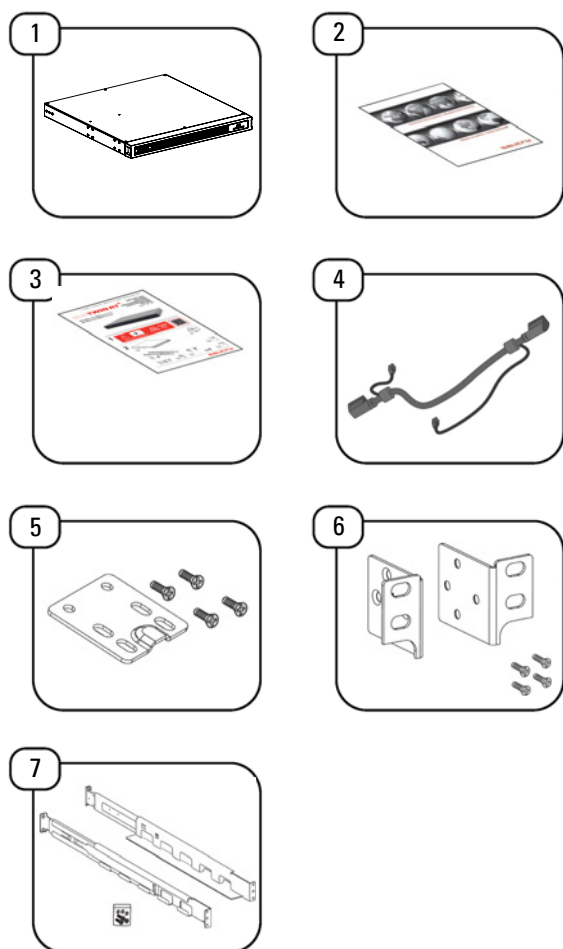

Fig. 9. Contenu de l'emballage des modules de batteries (EBM).
2. Pour installer l'équipement dans une armoire rack, il est nécessaire d'utiliser les guidages latéraux inclus dans l'équipement pour le soutenir (élément 9 Fig. 9).
Connectez les modules de batterie en série à l'aide des câbles d'alimentation avec RJ45 intégré (élément 4 Fig. 9), comme indiqué dans la figure suivante :
Utilisez les plaques métalliques fournies (élément 5 de la Fig. 9) pour relier les différents EBM à l'onduleur en cas d'installation en format tour, comme indiqué ci-dessous :
La connexion du module de batteries à l'équipement s'effectue à l'aide d'un câble fourni comme accessoire dans le module de batteries (élément 4, Fig. 9).